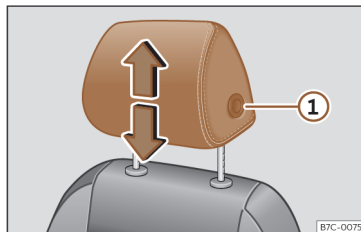
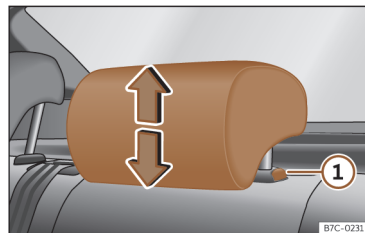

Fig. 70 Banco dianteiro: regulação do encosto de cabeça.
Fig. 71 Encosto de cabeça traseiro: ajuste do encosto de cabeça.
- Agarre o encosto de cabeça com ambas as mãos pelos lados e empurre para cima até o encaixar na posição desejada. Para baixá-lo, proceda da mesma forma, pressionando o botão lateral ① >>> Fig. 70 , >>> Fig. 71.